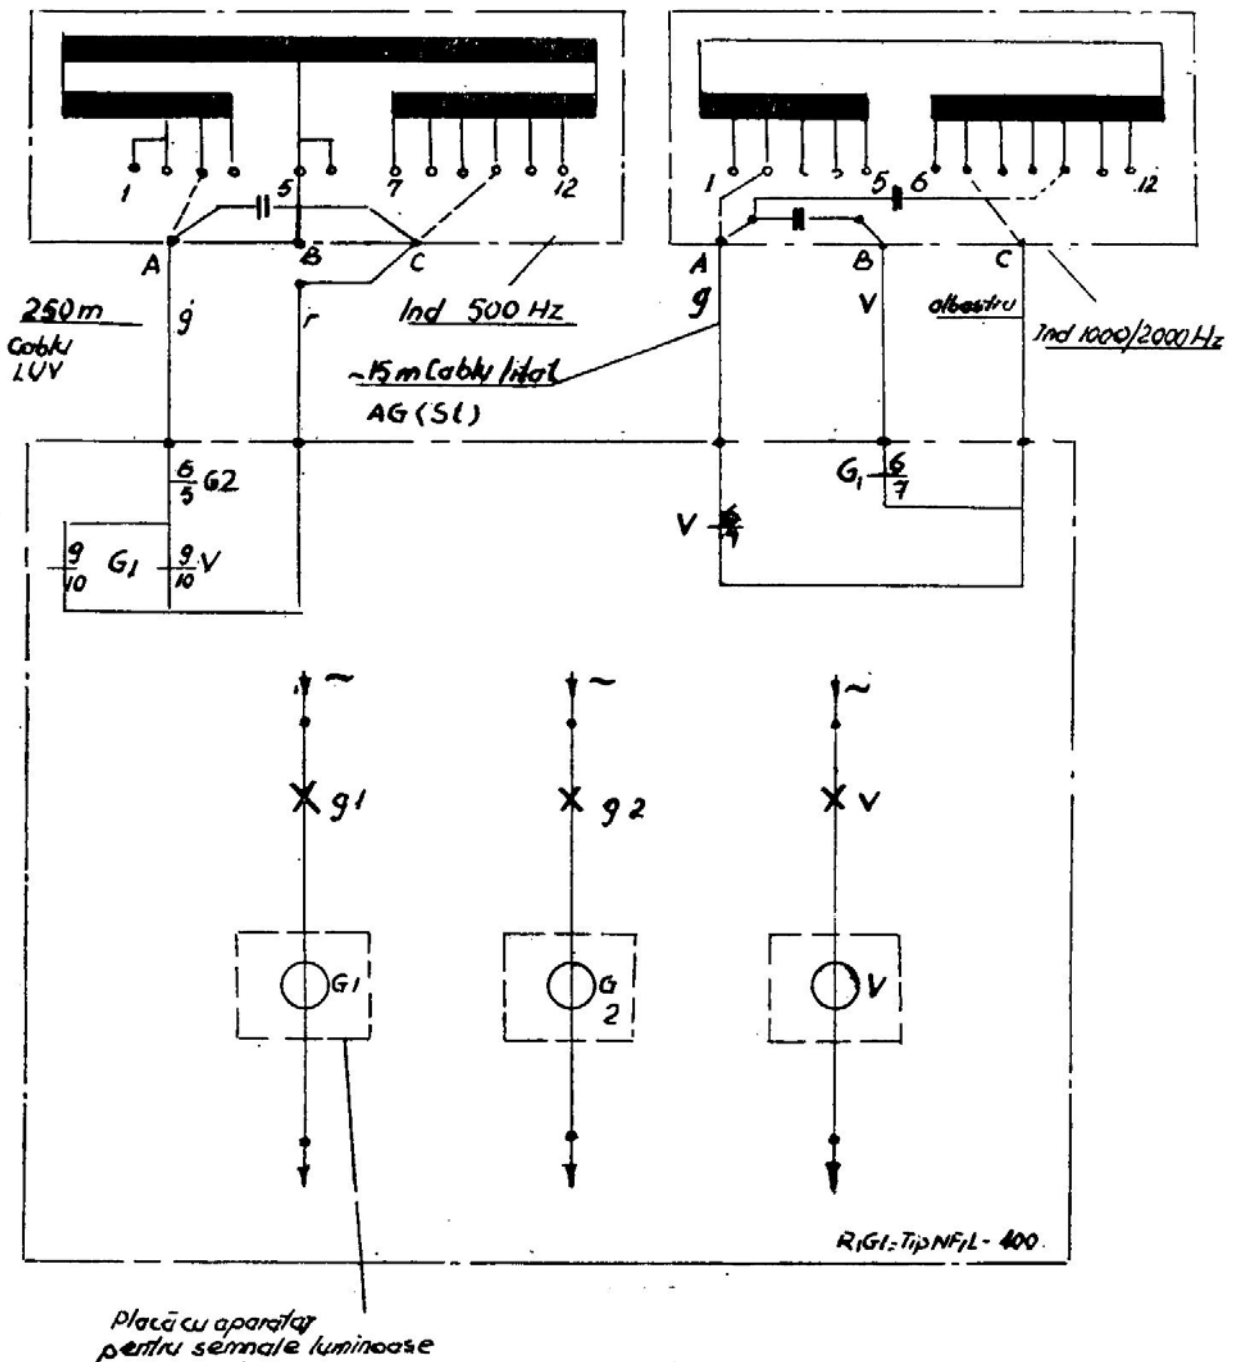

Fig. 59 Schema electrică și conectarea la semnalul de intrare fără galben-clipitor în curent alternativ
g) Semnalul de „intrare” fără galben clipitor în curent alternativ, echipat cu inductoare de cale de 1 000/2 000 Hz și de 500 Hz (Fig. 59).